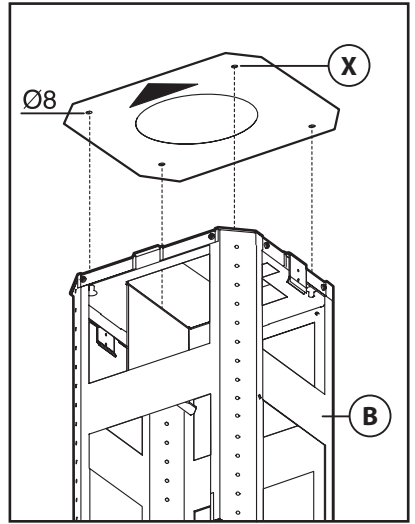
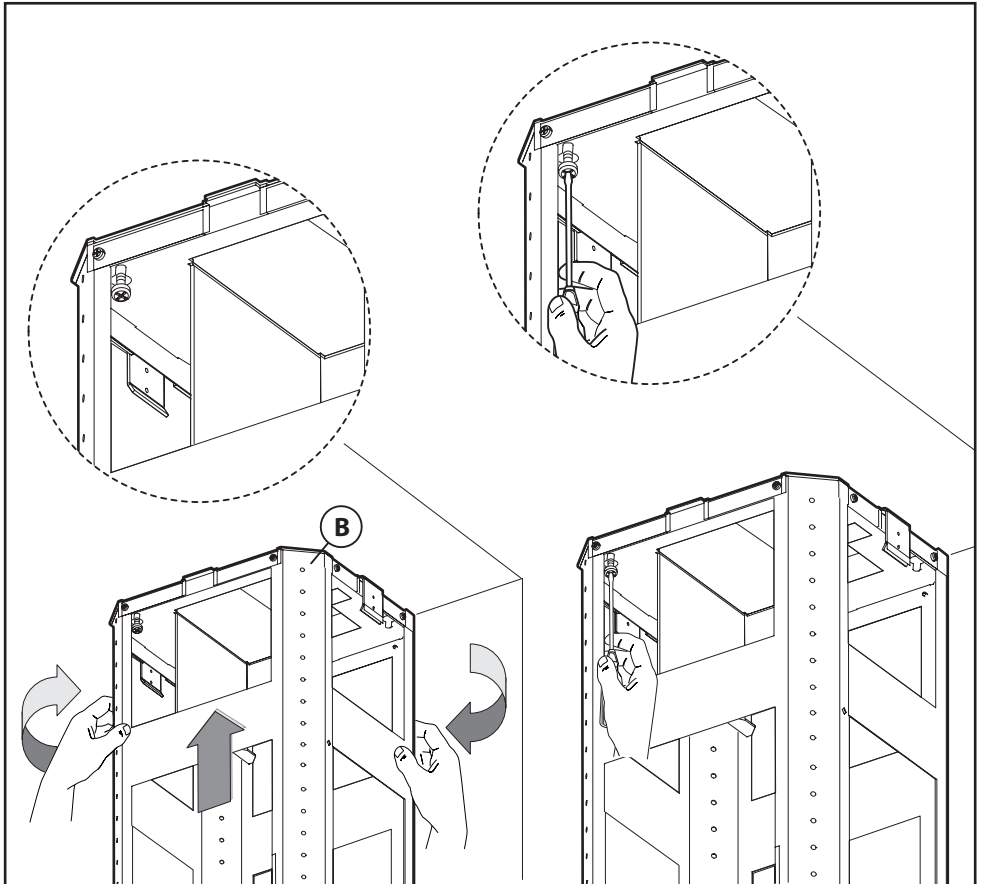

Fig.4
Fig.5
- Placér loftsbeslaget i loftet og sørg for, at pilen vender mod samme side, som apparatets kontrolpanel (Fig.4).
- Tag den øverste del af strukturen **B** (Fig.4 - Fig.5) og placér den mod de 3 ikke helt fastskruede skruer i overensstemmelse med de 3 huller.
Drej en lille smule, til den er fastgjort (Fig.5).